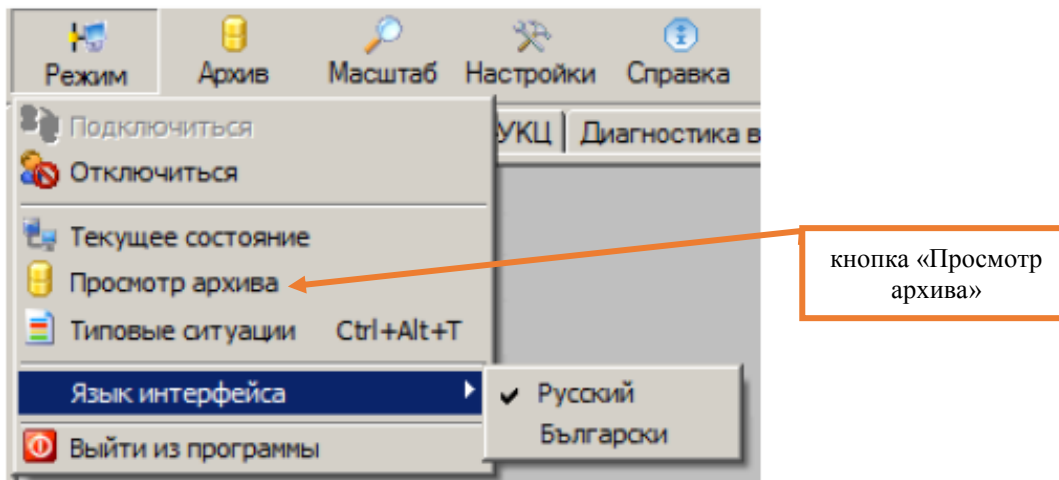
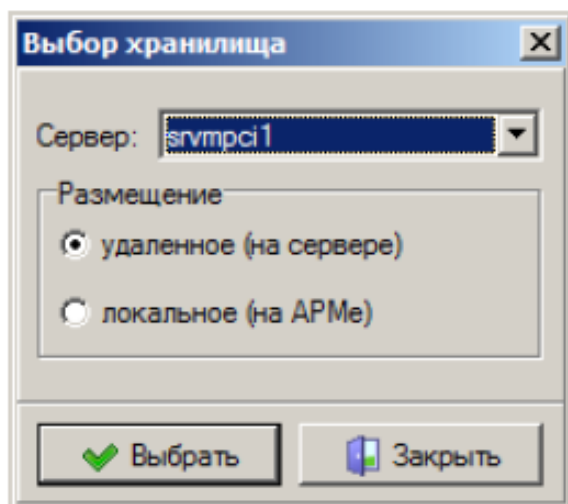

Рисунок 5. Просмотр архива.
Рисунок 6. Подключение архива.
7.2.6. Перейти в режим просмотра архива (Рисунок 5), запустив архив с одного из серверов (Рисунок 6), убедиться в том, что архив проигрывается, согласно карте технологических процессов КТП ЦШ 1131-2019.